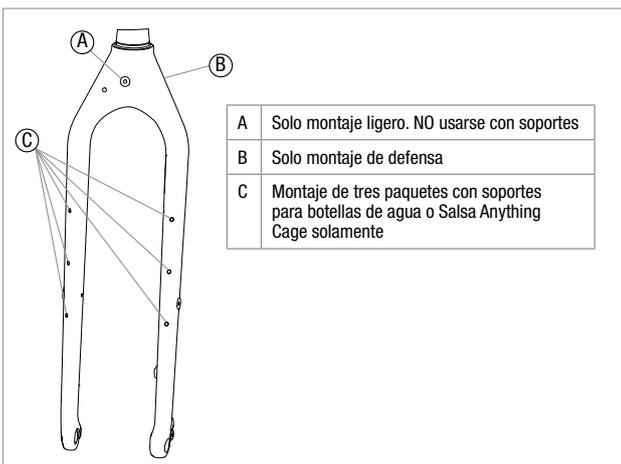

Figura 13 - Salsa Rack Mounting
Asegúrese de que horquilla sea compatible con soportes. Vea en la Figura 13 las ubicaciones del montaje de soporte aprobado para la horquilla. Siga las instrucciones del fabricante de soporte para la instalación. Asegúrese de usar todas las piezas metálicas que vienen con el soporte para su instalación.
**▲ ADVERTENCIA:** No monte los soportes en cualquier otro montaje de horquilla que no sean los mostrados en la Figura 13. No instalar correctamente un soporte puede causar una colisión y lesión grave.